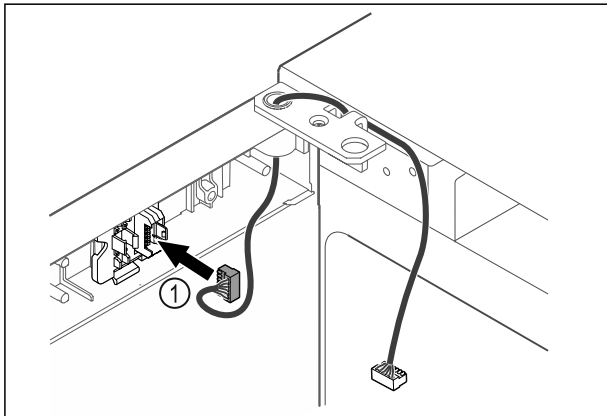

Fig. 47
- ▶ Enchufar el conector Fig. 47 (1) en su soporte.